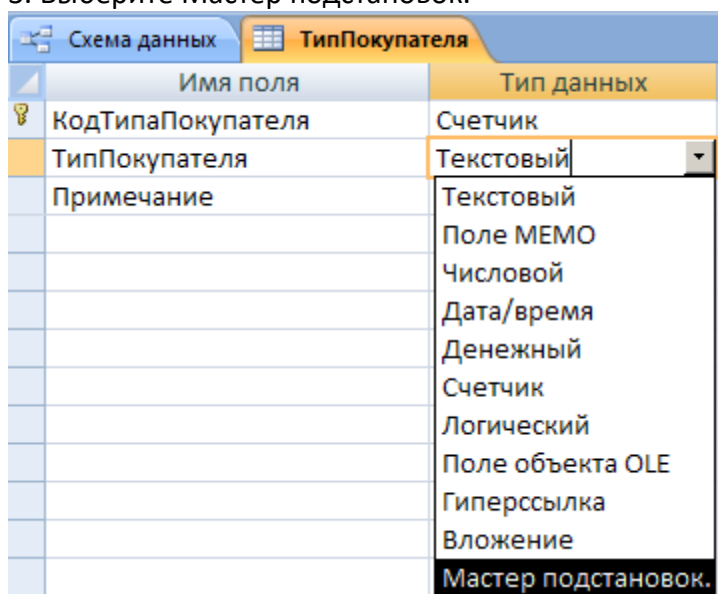

Рис.3. Вызов Мастера подстановок для поля ТипПокупателя
2. Раскройте таблицу ТипПокупателя в режиме Конструктор и откройте выпадающий список Типов данных для поля ТипПокупателя (рис.3).